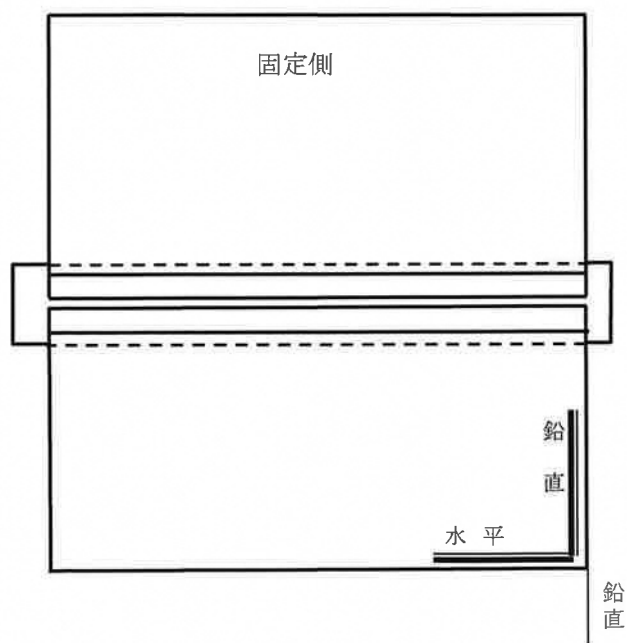

図8 中板競技用材料の溶接姿勢(横向き溶接)
①左右方向の水平状態は板の端面を基準にして角度ゲージで確認する。(図8)
②前後方向の鉛直状態は板の前面を基準にして角度ゲージで確認する。(図H)